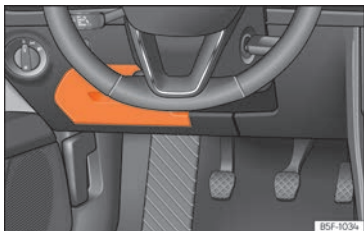

Abb. 104 Auf der Fahrerseite in der Instrumententafel: Abdeckung des Sicherungskastens.
- **Öffnen:** Abdeckung nach unten aufklappen »» **Abb. 104.**